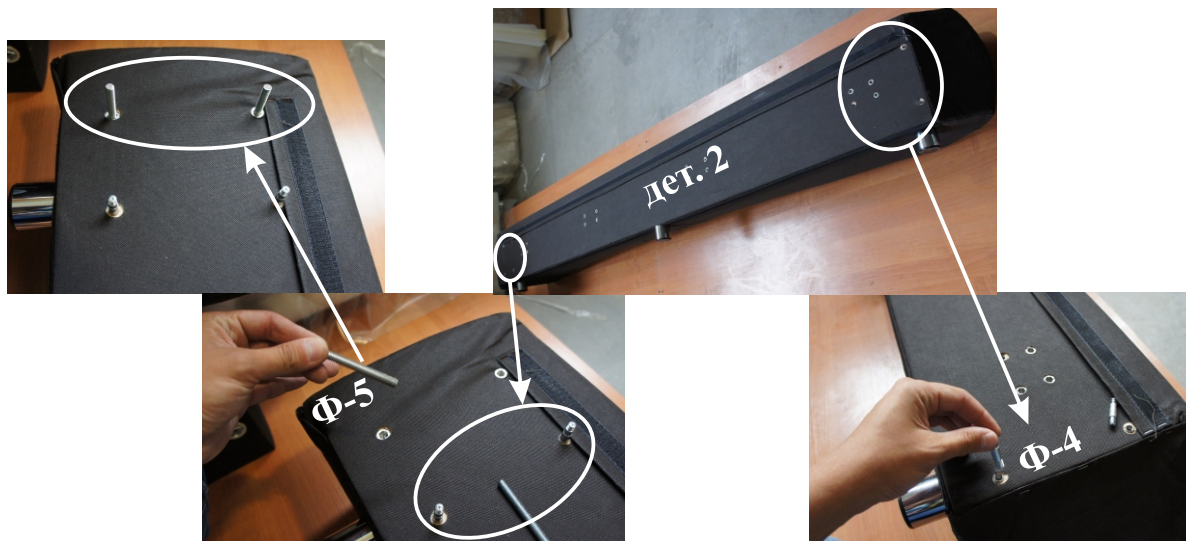

Рис. 2
3. В обозначенные отверстия на боковых царгах (дет.2) вкрутите винты эксцентриков (Ф-4) и шпильки (Ф-5) (рис. 2).